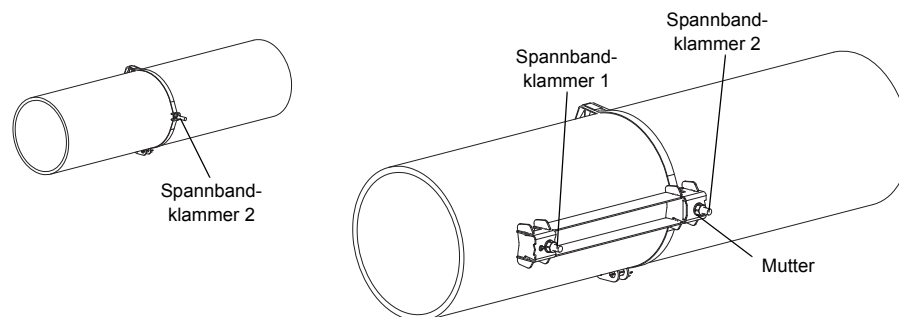

Abb. 9.19: Schiene einseitig am Rohr befestigt
- Schrauben Sie die Schiene an Spannbandklammer 2 (siehe Abb. 9.19).